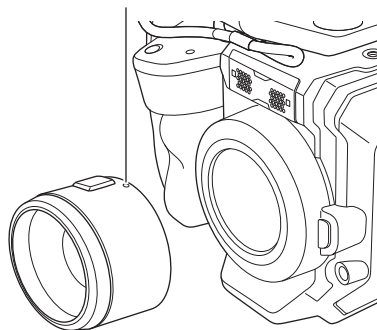

図 2
- 3** レンズのマーク (赤丸印) を上にして、EF レンズマウントにはめ込む。(図 2)